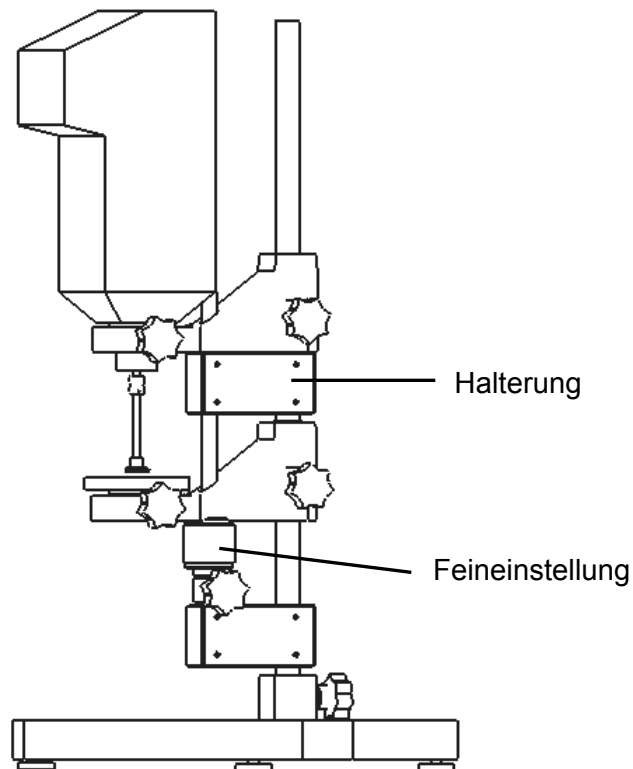

Abb. 3
1. Kegel- Platte- Messeinrichtung wie in Abb. 3 in den Stativfuß einsetzen.